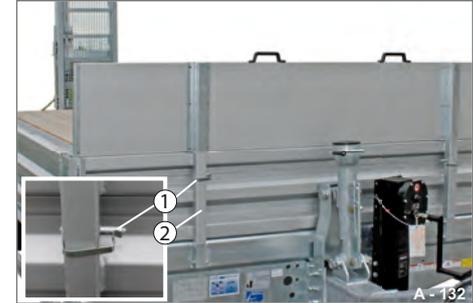

Abb. 191 Bordwandaufsatz sichern
- ▶ Bordwandaufsatz mit den Federsteck-Bolzen (Abb. 191/1) in beiden Rungen (Abb. 191/2) sichern.